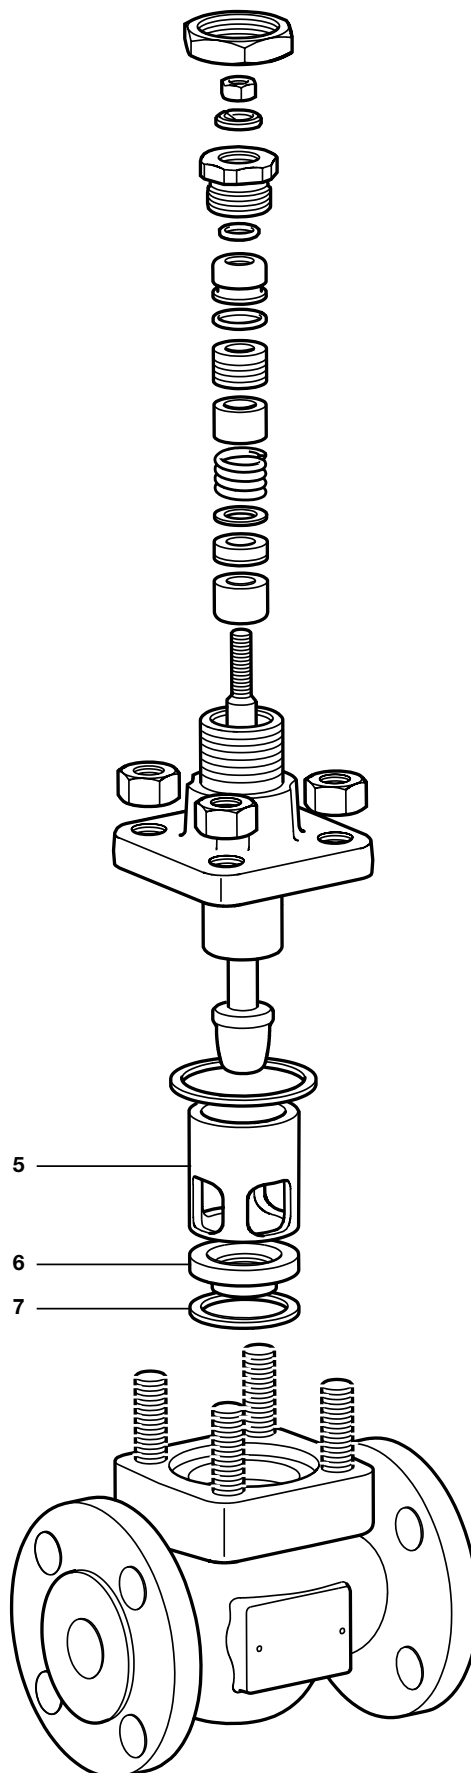
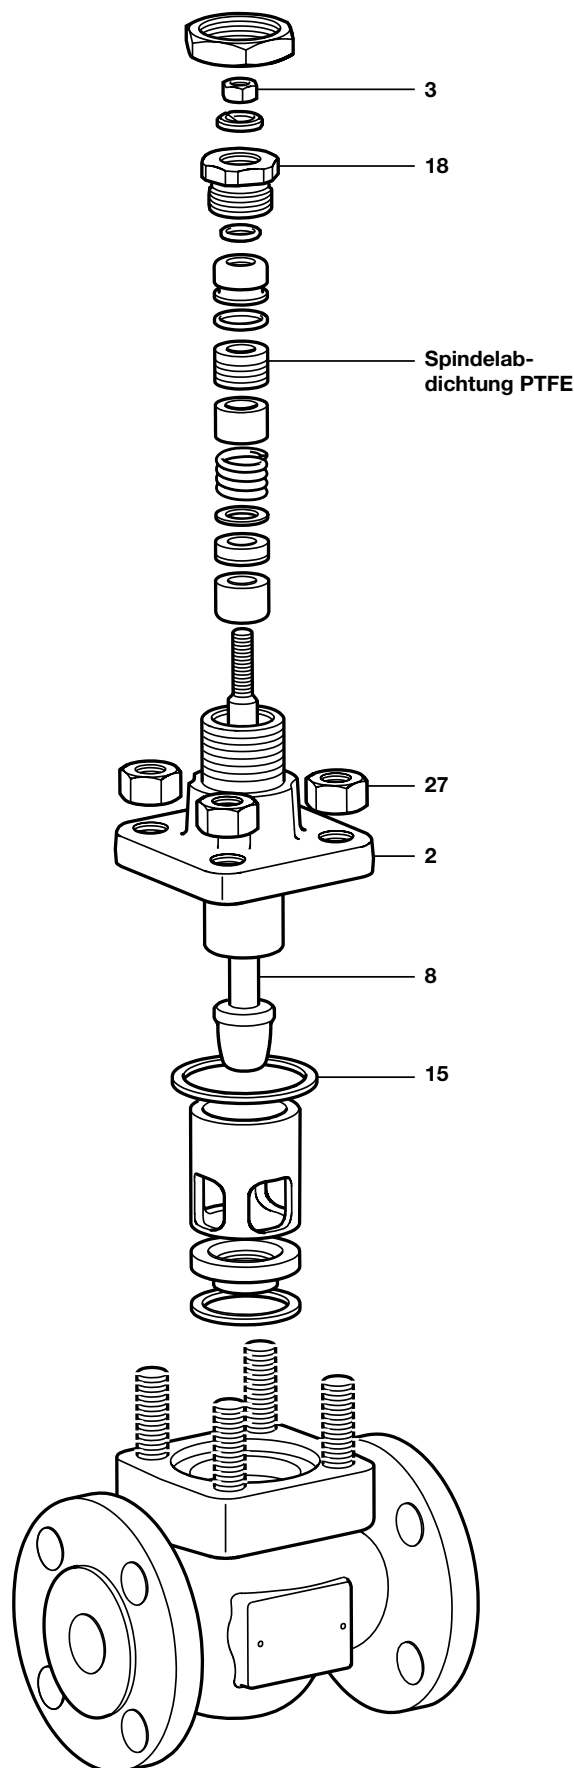
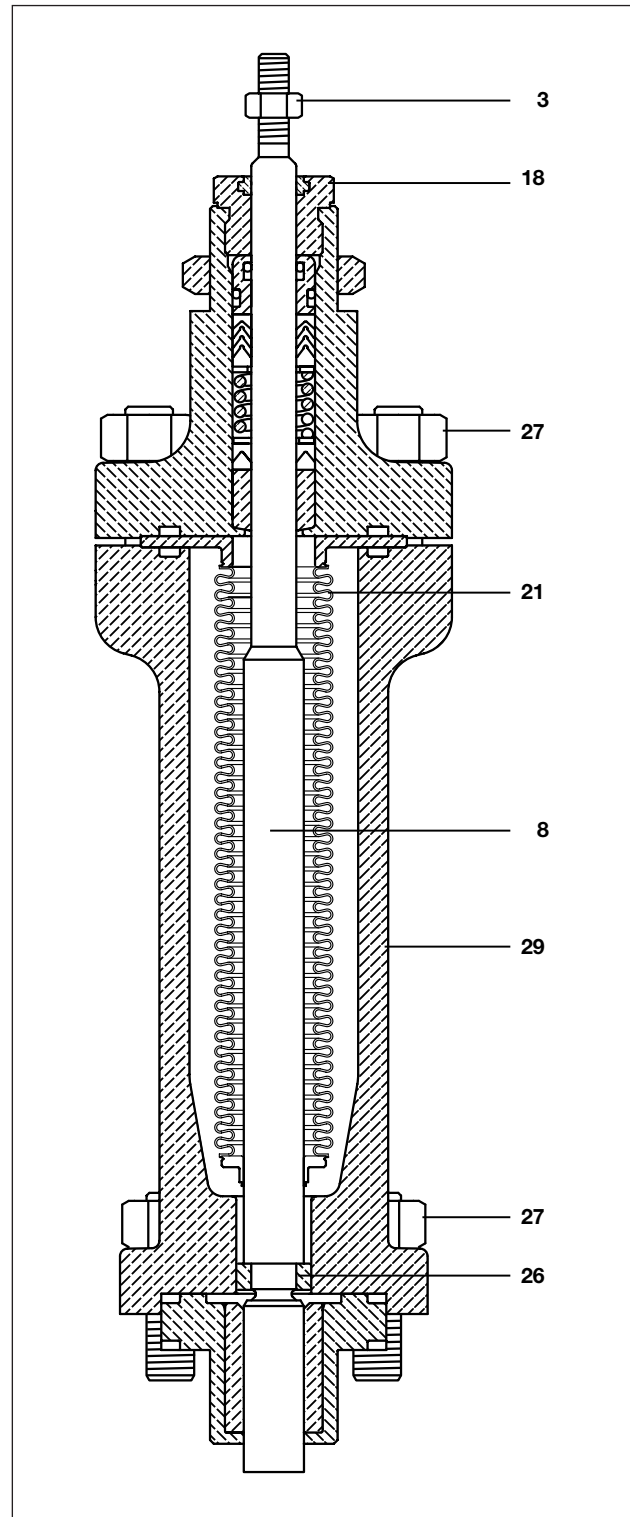

Bild 7
Bild 9
Bild 10
- Die Sitzhalterung / Sitzklemmkäfig (5 – Bild 7) und den Sitz (6 – Bild 7) entnehmen.
- Die Sitzdichtung (7 – Bild 7) entfernen
- Eine neue Sitzdichtung (7 – Bild 7) einsetzen
- Den Ventilsitz (6 – Bild 7) einsetzen
- Den Sitzhalterung / Sitzklemmkäfig (5 – Bild 7) wieder einsetzen. Hinweis: Darauf achten, dass die Strömungsfenster im Sitzklemmkäfig (5) „unten“, also am Ventilsitz sind. Siehe hierzu Bild 7.
- Eine neue Gehäusedichtung (15 – Bild 9) einfügen.
- Die Ventilspindel (8 – Bild 9) in das Oberteil (2 – Bild 9) einführen. Hierbei beachten, dass die neuen Spindelabdichtung nicht beschädigt wird.
- Die Ventilspindel (8 – Bild 9) soweit wie möglich nach unten drücken, gerade soweit, dass das Gewinde der Spindel nicht in die Stopfbuchspackung gedrückt ist.
- Das Ventiloberteil (2 – Bild 9) mit der eingebauten Ventilspindel auf den Ventilkörper aufsetzen. Der Ventilkegel muss dabei zentriert in dem Ventilsitz zu liegen kommen.
- In dieser Position nun das Ventiloberteil (2 – Bild 9) runterdrücken, bis das Ventiloberteil auf dem Ventilgehäuse aufliegt.
- Die Gehäusemutter (27 – Bild 9) handfest anziehen, so dass das Ventiloberteil an seiner Stelle sitzt.
- Nun die Ventilspindel (2) mehrfach mit (Hand-)Kraft bewegen und dabei in den Ventilsitz fahren. Dies dient dazu die Innenteile korrekt auszurichten. Diesen Vorgang mehrfach wiederholen (mindestens 3-mal).
- Die Ventilspindel (8 – Bild 9) „raufziehen“ und um 180° drehen. Die Ventilspindel langsam in den Sitz zurückschieben und auf Zeichen des Widerstands achten. Diesen Vorgang 3-mal wiederholen.
- Wenn ein Widerstand auftritt, oder Kratzgeräusche auftreten, die Gehäusemutter (27 – Bild 9) lösen und die Spindel, wie oben beschrieben, nochmals zentrieren.
- Die Stopfbuchsmutter (18 – Bild 9) nun anziehen bis:
- Die Kontermutter (3 – Bild 9) aufschrauben
- Die Kontermutter (3 – Bild 10) entfernen.
- Die Stopfbuchsmutter (18 – Bild 10) lösen.
- Die Gehäusemutter (27 – Bild 10) des oberen Oberteils entfernen.
- Die Gehäuseschrauben (27 – Bild 10) des unteren Oberteils (29 – Bild 10) lösen und entfernen.
- Vorsichtig das Faltenbalggehäuse (29 – Bild 10) vom Ventilgehäuse nehmen.
- Das Oberteil halten und die Ventilspindelstange (8 – Bild 10) von der Seite des Gewindes reindrücken, bis die Feststellschrauben (26 – Bild 10) an der Oberteilunterseite sichtbar wird.
- Die Feststellschraube (26) lösen und den Ventilkegel von der Kegelstange abziehen.
- Den Faltenbalg (21 – Bild 10) aus dem Faltenbalggehäuse (29) entnehmen und einen neuen Faltenbalg einsetzen.
- Die Feststellschraube (26 – Bild 10) mit 20 Nm festziehen.
- Die Sitzdichtung (7 – Bild 7) und die Gehäusedichtung (15 – Bild 9) austauschen und dann das Faltenbalggehäuse (29 – Bild 10) wieder auf das Ventilgehäuse aufsetzen und die Gehäusemutter (27 – Bild 10) handfest anziehen.
- Das Oberteil (2 – Bild 9) über die Spindel (8 – Bild 10) schieben. Beachten, dass die Spindelabdichtung hierbei nicht beschädigt wird.
- Die oberen Gehäusemutter (27 – Bild 10) handfest anziehen.
- Nun die Ventilspindel (2) mehrfach mit (Hand-)Kraft bewegen und dabei in den Ventilsitz fahren. Dies dient dazu, die Innenteile korrekt auszurichten. Diesen Vorgang mehrfach wiederholen (mindestens 3-mal).
- Wenn ein Widerstand auftritt, oder Kratzgeräusche auftreten, die Gehäusemuttern (27 – Bild 9) lösen und die Spindel, wie oben beschrieben, nochmals zentrieren.